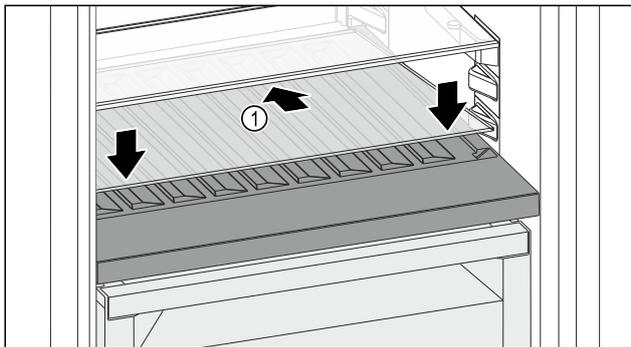

Fig. 98
- Posizionare il ripiano di vetro Fig. 98 (1) inclinato indietro e verso il basso.
- Abbassare la parte anteriore del ripiano di vetro Fig. 98 (1).